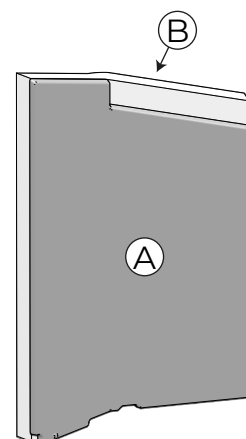

Abb. 7.8
3	Setzen Sie die neuen Seitenplatten (A) auf die seitlichen Isolierplatten (B) (Abb. 7.8)